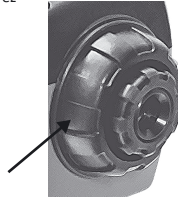

Fig. 11
A) Dirigez l'appareil vers le rail B et retirez le couvercle de l'oculaire (Fig. 11).